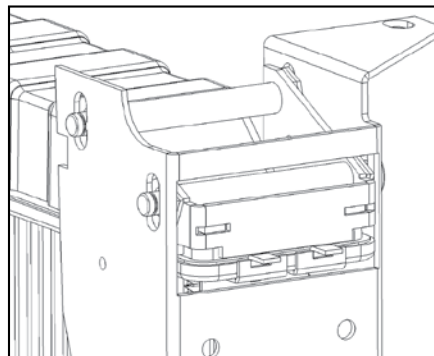

Figure 2 - Expansion slots in frame
- 3) Thermal expansion allowance (along the expansion slots in the frame - **Figure 2**).
- 3) Tolérance de l'expansion thermique (incluant des fentes d'expansion dans les montants) - **Figure 2**.
- 3) Permettre l'expansion thermique (dans les rainures d'expansion dans le cadre - **Figure 2**).